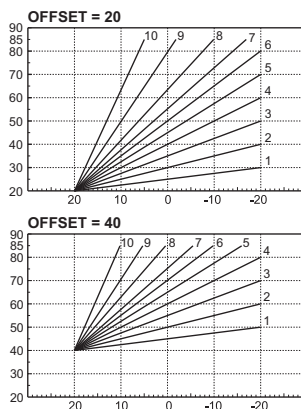

fig. 25 - Esempio di spostamento parallelo delle curve di compensazione
**Offset:** Entrando in questo sotto-menu si accede allo spostamento parallelo delle curve tramite i tasti  $+$  e  $-$  **sanitario**. Fare riferimento alla fig. 25 per le caratteristiche.